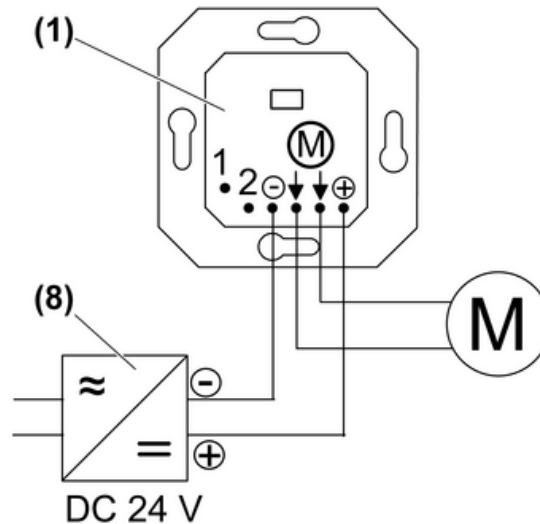

Figura 3: Schema di collegamento del modulo
- Collegare il motore della veneziana e l'alimentatore (8) al modulo (1) secondo lo schema di collegamento (figura 3).